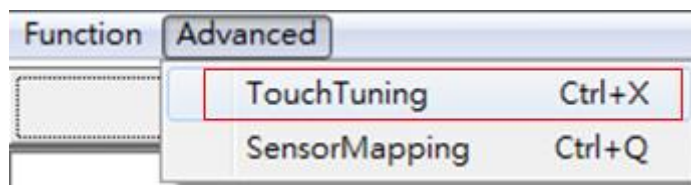
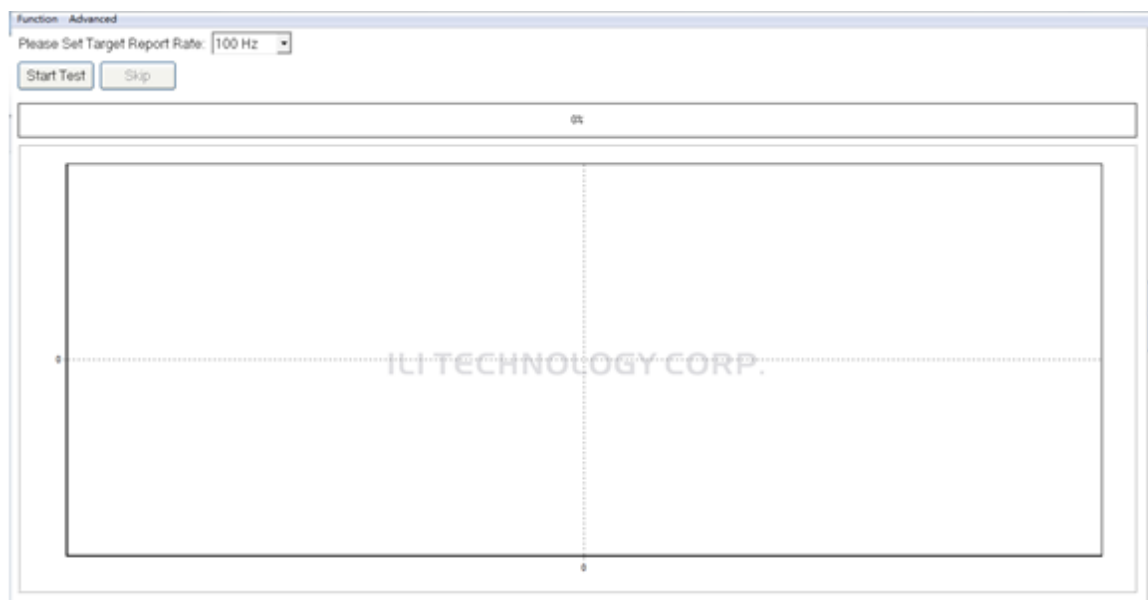

Figure 3-9: 參數調整項示意圖
Figure 3-10: Touch tuning 視窗示意圖
- 點選左上角 Advanced 下的 Touch tuning 項如下圖 Figure 3-9 所示。Touch Tuning 視窗示意如下 Figure 3-10 所示。